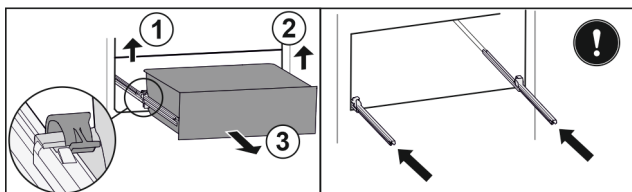

Fig. 26
- ▶ Zvedněte levou svorku a současně vytáhněte zásuvku vlevo dopředu Fig. 26 (1).
- ▶ Zvedněte pravou svorku a současně vytáhněte zásuvku vpravo dopředu Fig. 26 (2).
- ▶ Zásuvku odeberte směrem dopředu Fig. 26 (3).